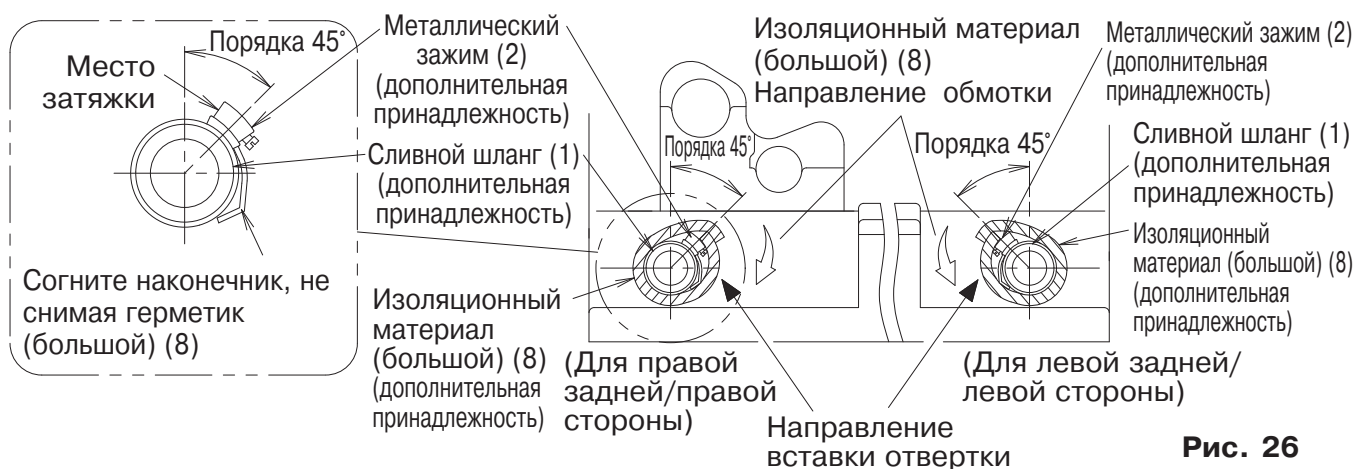

Рис. 26
(Устанавливайте металлический зажим (2) таким образом, чтобы место соединения зажима находилось под углом 45°, как показано на рис. 26)
- Загните конец металлического зажима (2), чтобы изоляционный материал не образовывал выпуклость. (См. рис. 26)